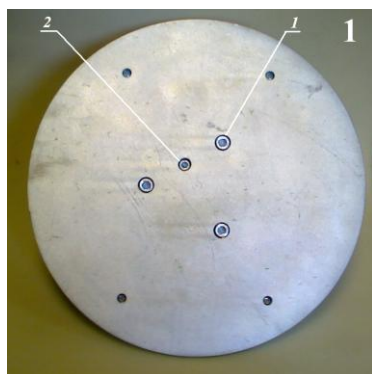

Рисунок 4.3
1) Положить ПДН на стол нагружной плитой вверх (рисунок 4.3). Отвернуть три болта (1) которые крепят датчик силы к нагружной плите. Придерживая датчик силы отвернуть монтажный болт* (2). Осторожно, чтобы не повредить кабель акселерометра, повернуть датчик силы на 90 градусов относительно нагружной плиты.